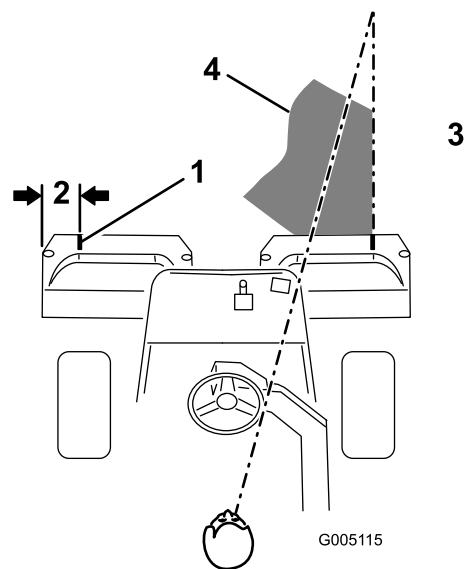
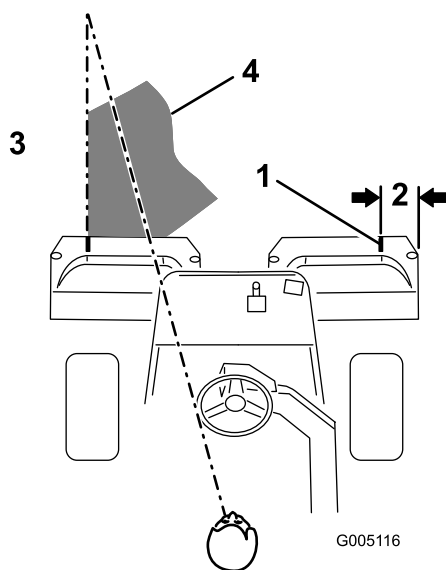

図 33
図 34
2. その位置に白色テープか白ペンキで集草箱の縁と平行に目印を入れる（図 33）。
- 行きと帰りでのオーバーラップができるだけ小さくなるように運転します。隣の列との距離を一定に保って直進するには、本機の前方向約2～3mを視野に捕らえておくのがポイントです（図 33および図 34）。ハンドルを目印にして距離を合わせても良いでしょう。その場合、ハンドルの縁と本機前方の目標ラインとを重ねて見ながら運転します（図 33および図 34）。